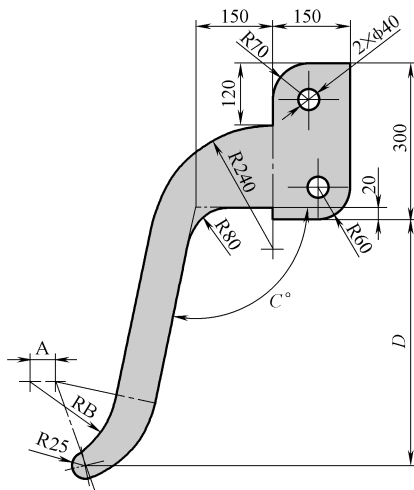

图 A-17 练习题 17
17. 参照图 A-17 绘制图形, 注意其中圆弧的相切、水平、竖直等几何关系。请问图形中深色区域的面积是多少?